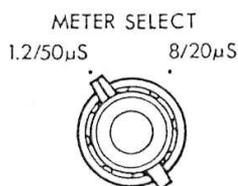

図 7
5. 電圧・電流指示計⑥の表示設定を METER SELECT ツマミ⑬で試験を実施する波形に合わせて設定します。(図 7 は 1.2/50 μ s に設定した場合)